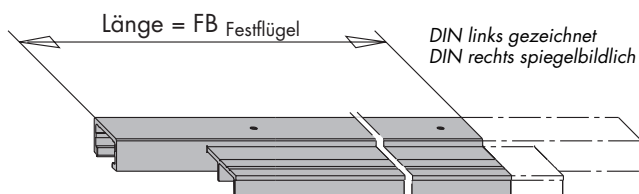

Bild 1
- A** Anschrauben der Aufsatzschiene HH0132-04 (29) an den Festflügel.
- Aufsatzschiene HH0132-04 (29) entsprechend der Schieberichtung DIN links oder DIN rechts ablängen (Bild 1).